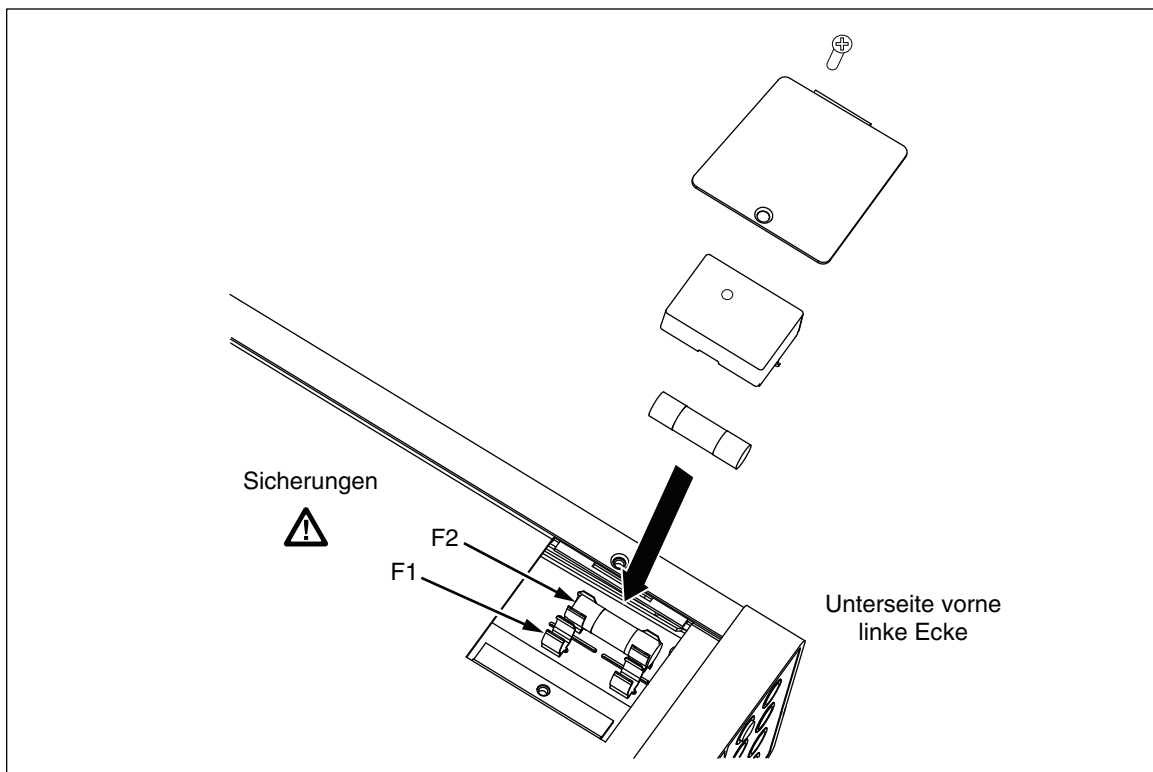

Abbildung 2-2. Ersetzen der Stromeingangssicherungen
3. Halteschraube an der Sicherungsfachabdeckung an der Unterseite des Messgeräts entfernen. Siehe Abbildung 2-2.